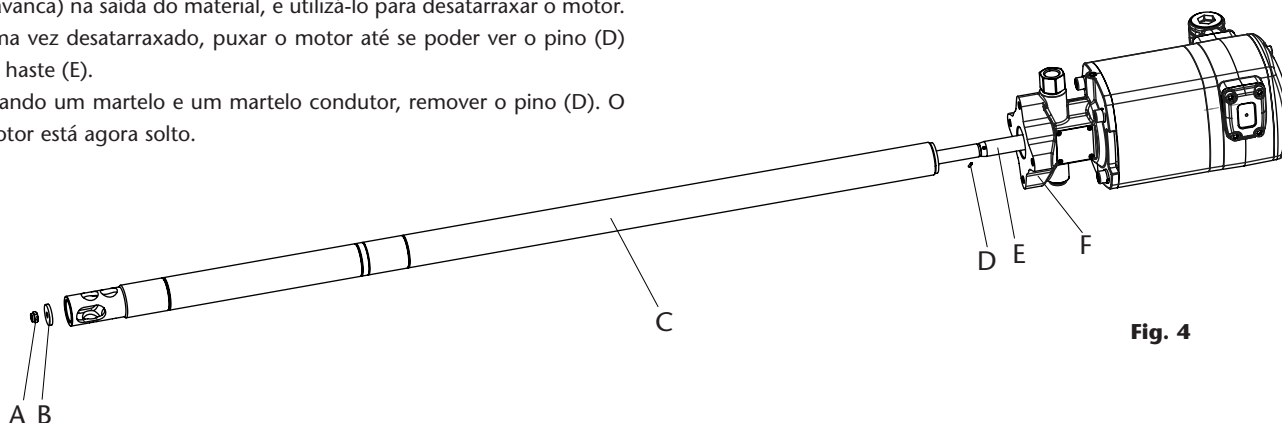

Fig. 4
COMO SEPARAR O MOTOR DE AR DA PROPULSORA (FIG. 4)
1. Fixar a bomba horizontalmente num torno (Fig.4). Bater com um martelo no tubo superior (C) perto da junção com o corpo (F) para quebrar o vedante de rosca.
2. Desaparafusar a porca de asfixia (A) e remover a asfixia (B).
4. Uma vez desatarraxado, puxar o motor até se poder ver o pino (D) na haste (E). Usando um martelo e um martelo condutor, remover o pino (D). O motor está agora solto.